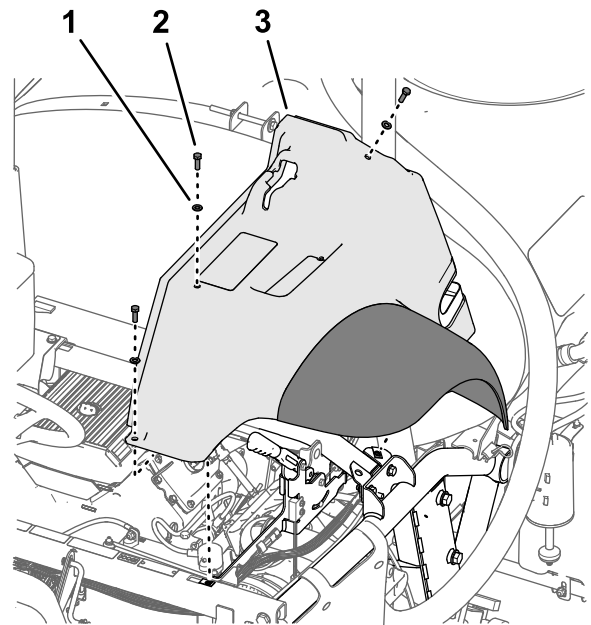

Figura 217
- Monte provisionalmente el guardabarros en el bastidor (Figura 217) con los 3 pernos (5/16" x 1") y 3 arandelas (5/16") que retiró en el paso 2 de Retirada del guardabarros delanteros izquierdo y derecho (página 9).